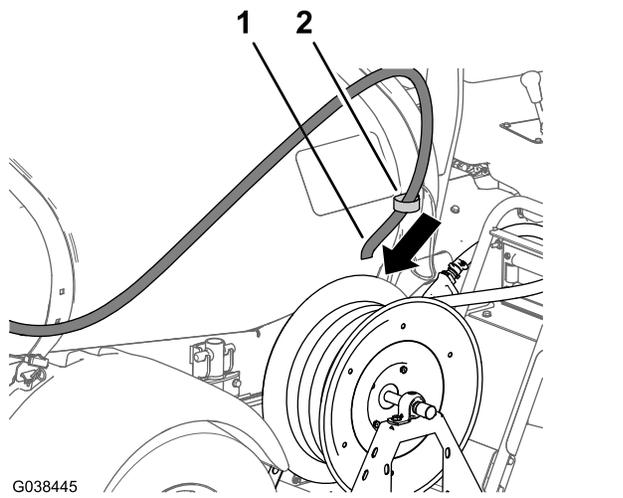

図 97
5. タンク前部固定ベルトにある支持クランプに入口ホースを取り付ける 図 97。